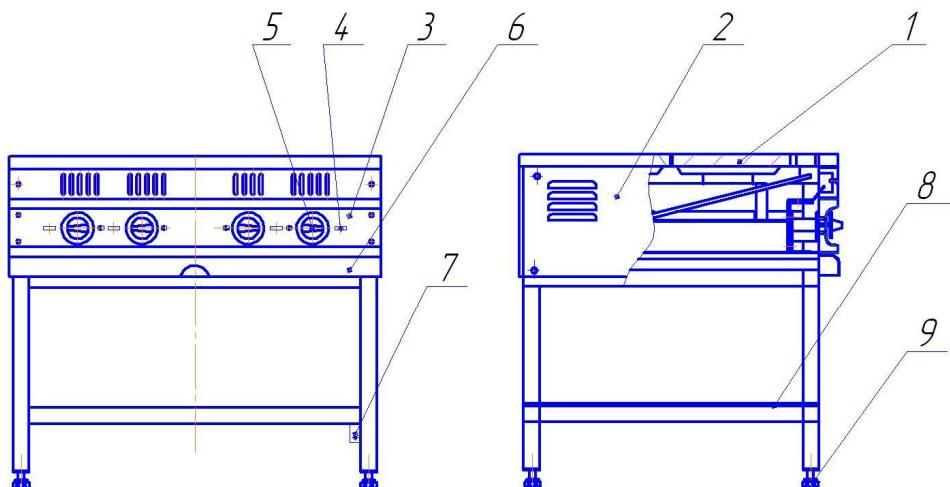

Рисунок 1 – Общий вид
4.1 Общий вид плиты приведен на рис.1.